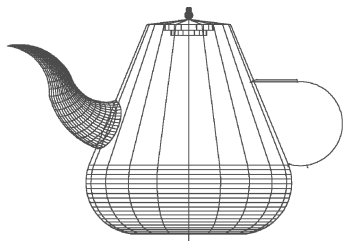

图 11-62 所旋转的网格
(6) 选择菜单栏中的“绘图”→“建模”→“网格”→“旋转网格”命令，将绘制好的多段线绕中心轴线旋转 360°，如图 11-62 所示。